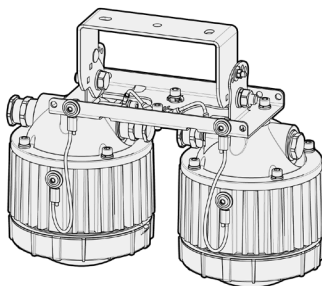

Рис. 11
- Рис. 11 – КР2х30/2х40 – поворотная скоба, сдвоенный, 1 кабельный ввод;